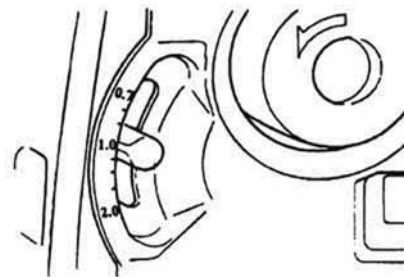

Bild 42
❶ **Observera:**
När differentialtransportspaken ❹ står på 1.0 innebär det ett förhållande på 1:1. Båda matarstängerna rör sig då lika snabbt (bild 42). Differentialtransportspaken ❹ kan ställas in mellan 1:0,7 och 1:2,0.